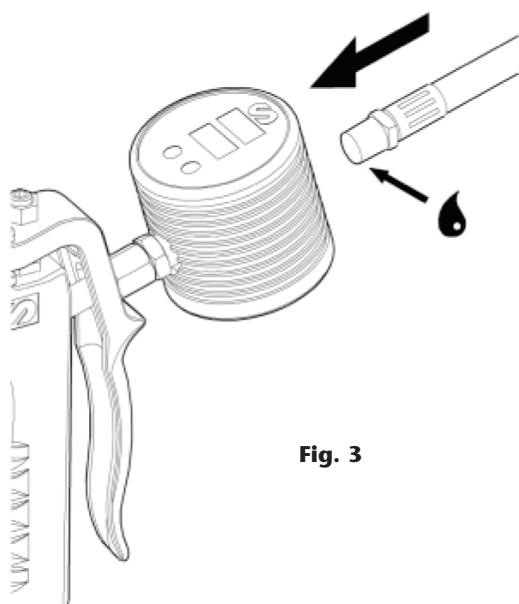

Fig. 3
2. Install the outlet extension to the outlet thread of the meter and tight it well (Model 415002, fig 3).
2. Coloque la extensión a la salida de la pistola y apriete firmemente (Modelo 415002, fig. 3).
2. Placer l'extension au niveau de la sortie du pistolet compteur et serrer fermement (Modèle 415002, fig. 3).
2. Auslaufschlauch des Handzählers gut festschrauben (Modell 415002, Bild 3).